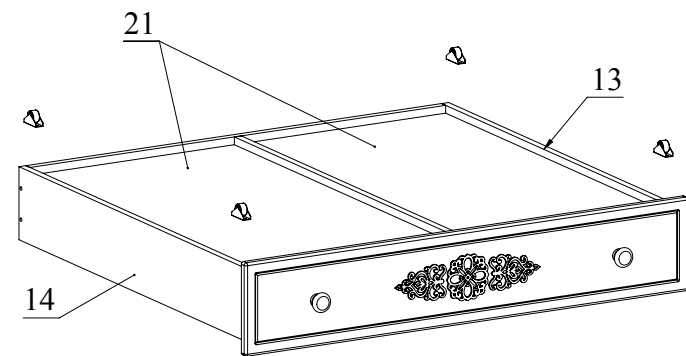

Рис.10
12. Установить ролики стационарные h32 на деталях 13 и 14 с помощью шурупов 3,5x20 (Рис. 10).